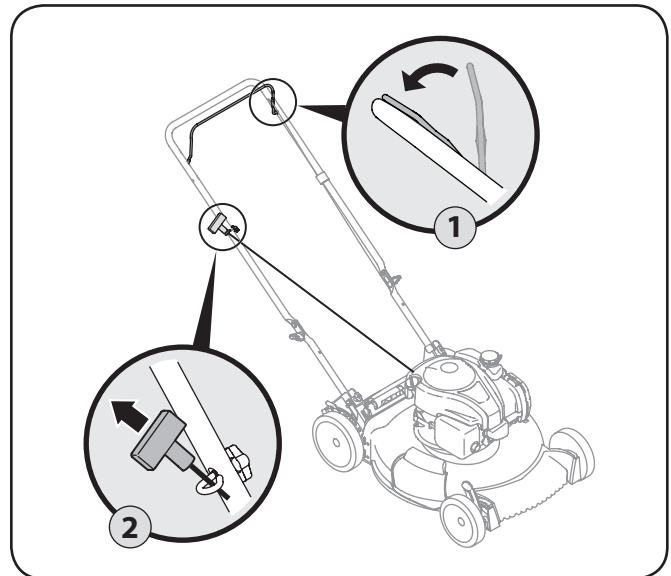

Figura 5-1
2. Sostenga firmemente las dos manijas juntas, tome la manija del arrancador de retroceso y tire de la cuerda para sacarla con un movimiento rápido y continuo. Vea Figura 5-1. Mantenga firme la manija del arrancador, deje que la cuerda regrese lentamente al arrancador. Repita hasta que el motor esté en marcha. Deje que la cuerda se enrolle lentamente de regreso.